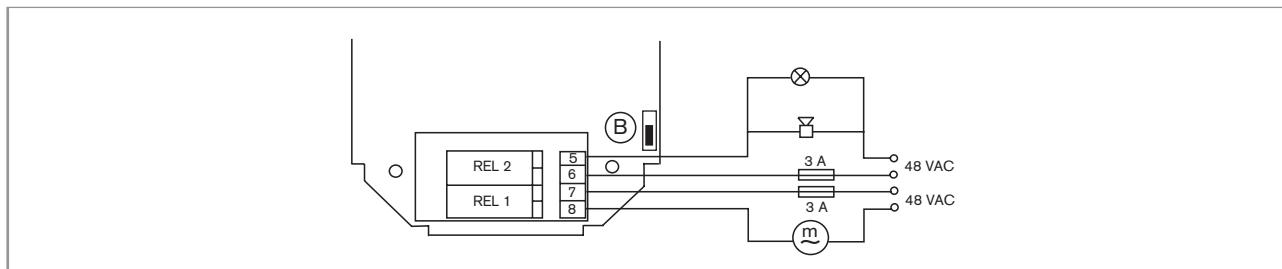

Bild 17: Verkabelung der Relais
- Das Kabel durch die Überwurfmutter dann durch die Kabelverschraubung führen und laut Bild 15 oder Bild 16 bzw. Bild 17 verkabeln.
→ Das Kabel durch die Überwurfmutter dann durch die Kabelverschraubung führen und laut Bild 17 bzw. Bild 19 oder Bild 20 verkabeln.
→ Die Relais, wenn auf dem Gerät vorhanden, gemäß Relais einer 12-30 V DC Version verkabeln (siehe Bild 17).